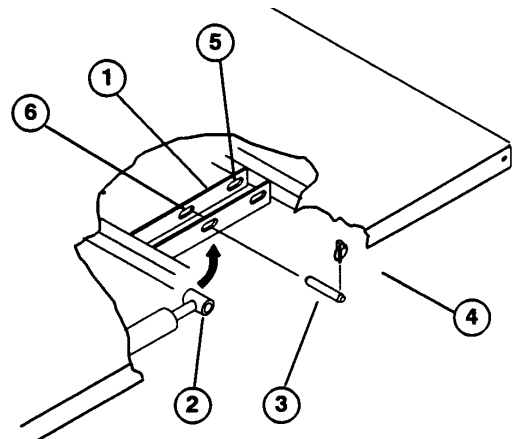

Fig. 9
5. Med lasteplanet senket festes hver sylindrestangende til aktuelle slisser i lasteplanets festeplater med gaffelbolt og akselpinne. Stikk gaffelbolten inn fra utsiden av lasteplanet med akselpinnen mot utsiden (fig. 9). Bakre slisser er beregnet for montering av lasteplan i full størrelse, og fremre slisser for lasteplan i 2/3 størrelse.